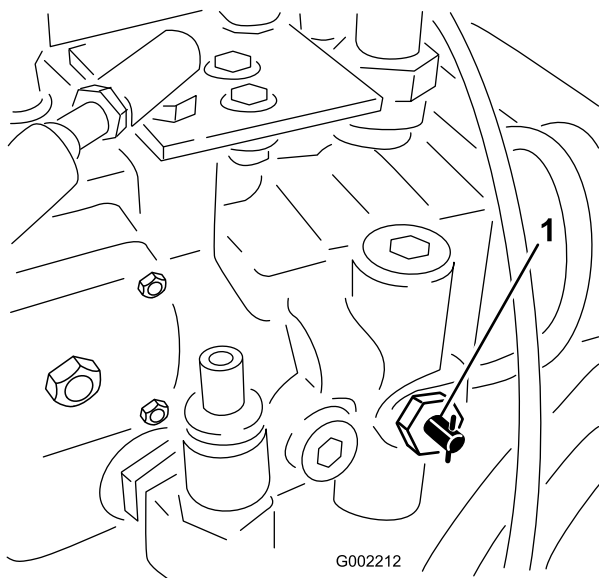

Figure 52
1. Tournez la vanne de remorquage (Figure 52) de 90° dans un sens ou dans l'autre pour l'ouvrir.